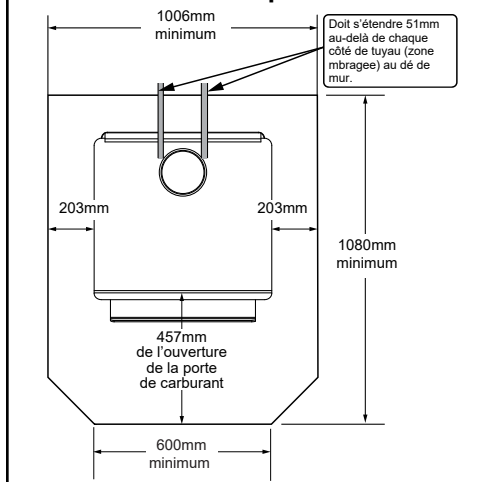

Figure 9.2 - ** Cette dimension varie en fonction de l'installation.
Au Canada, une protection de sol similaire doit être fournie à 457 mm (18 pouces) à l'avant et à 203 mm (8 pouces) des côtés et de l'arrière de l'appareil, à moins que le foyer ne soit contre le mur (**Figure 9.2**). Ensuite, le dégagement peut être réduit à l'aide d'un tuyau à double paroi et du tableau **Dégagement par rapport aux matériaux inflammables** indiqué à la page 10.
***EXCEPTION :** Les protections incombustibles pour le sol doivent s'étendre sous le conduit lorsque l'évacuation est horizontale et se prolonger de 51 mm (2 po) de chaque côté du conduit; **Voir** → **figure 9.2.**